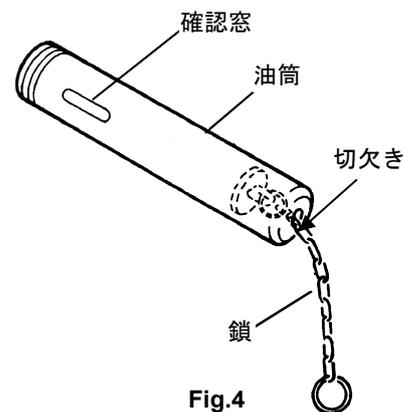

Fig.4
- 2) 油筒の鎖を手元に最後まで引出し、油筒底部溝の切欠き部に引っ掛けてください。(Fig.4)
- ・ Fig.4 の確認窓からカートリッジグリースの容器が見えなくなったら交換時期となります。上記手順でカートリッジグリースの交換を行ってください。